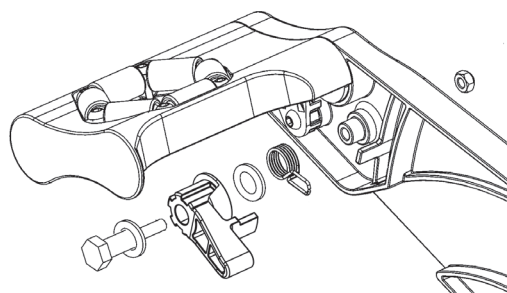

Fig. 18
1. Quite la tuerca que une el trinquete con el brazo del enrollador (fig. 18).